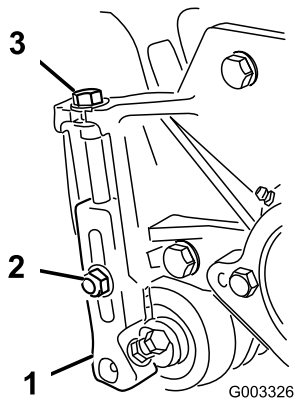

Figure 21
1. Desserrez les contre-écrous qui fixent les bras de hauteur de coupe aux plaques latérales du plateau de coupe (Figure 21).